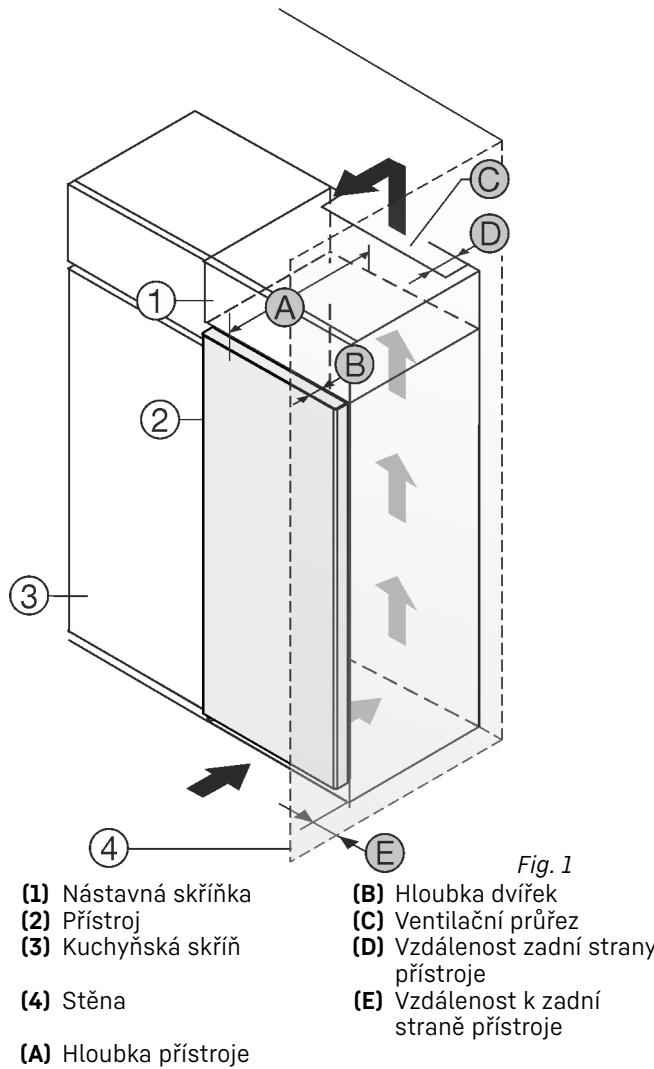

Fig. 1
Přístroj nainstalujte přímo vedle kuchyňské skříňky Fig. 1 (3). Na zadní straně nástavné skřínky musí být větrací sachta hluboká Fig. 1 (D) přes celou šířku nástavné skřínky.
Pod stropem místnosti musí být dodržen ventilační průřez Fig. 1 (C).
Když se přístroj instaluje závěsy vedle stěny Fig. 1 (4), musí být vzdálenost mezi přístrojem a stěnou minimálně 13 mm.
Když se přístroj instaluje závěsy vedle stěny Fig. 1 (4), musí být vzdálenost mezi přístrojem a stěnou minimálně 20 mm.
Aby bylo možné dvířka plně otevřít, musí přístroj přesahovat o hloubku dvírek Fig. 1 (B) vůči přední linii kuchyňské skřínky. V závislosti na hloubce kuchyňských skříněk Fig. 1 (3) a použití vymezovačů odstupu od stěny může přístroj vyčnívat dále.